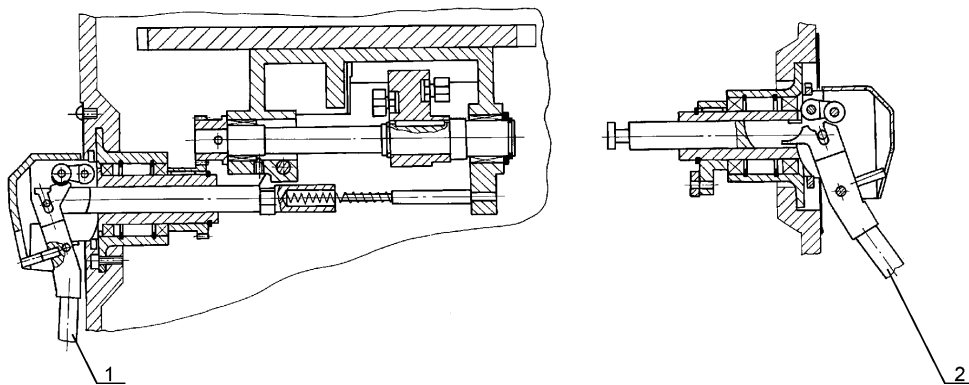

Рис. 10. Механизм переключения скоростей и подач.
7.5. Механизм переключения скоростей и подач (рис. 10)